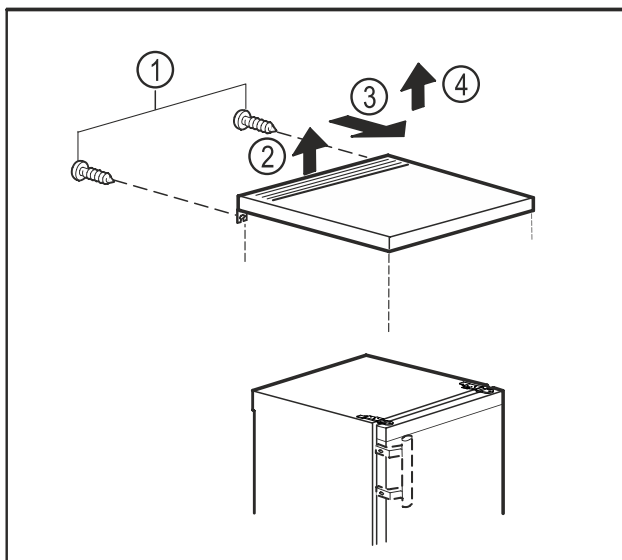

Fig. 10
- ▶ Викрутіть гвинти на задній панелі. Fig. 10 (1)
- ▶ Підніміть стільницю ззаду. Fig. 10 (2)
- ▶ Посуньте стільницю вперед. Fig. 10 (3)
- ▶ Зніміть стільницю вгору. Fig. 10 (4)